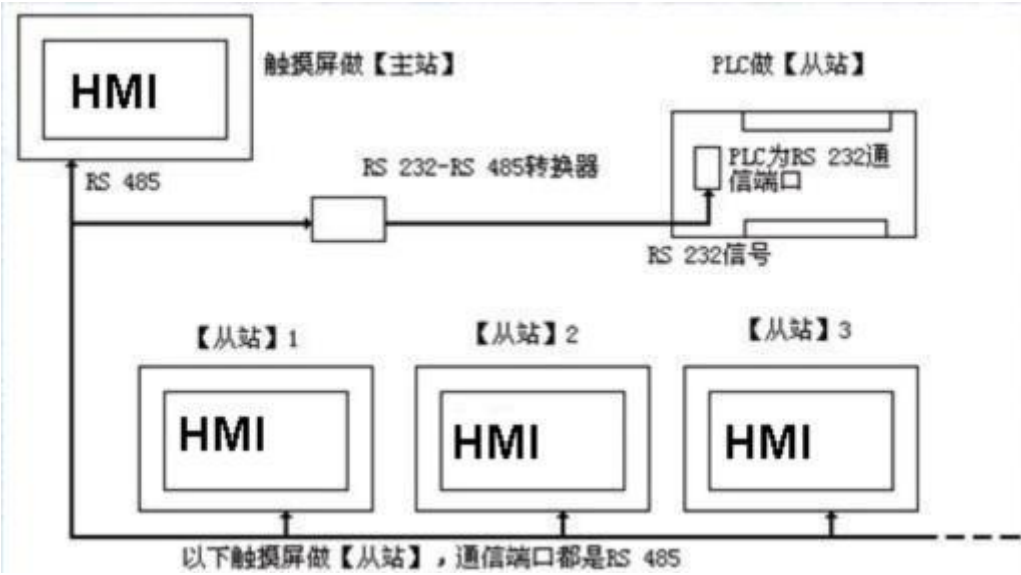
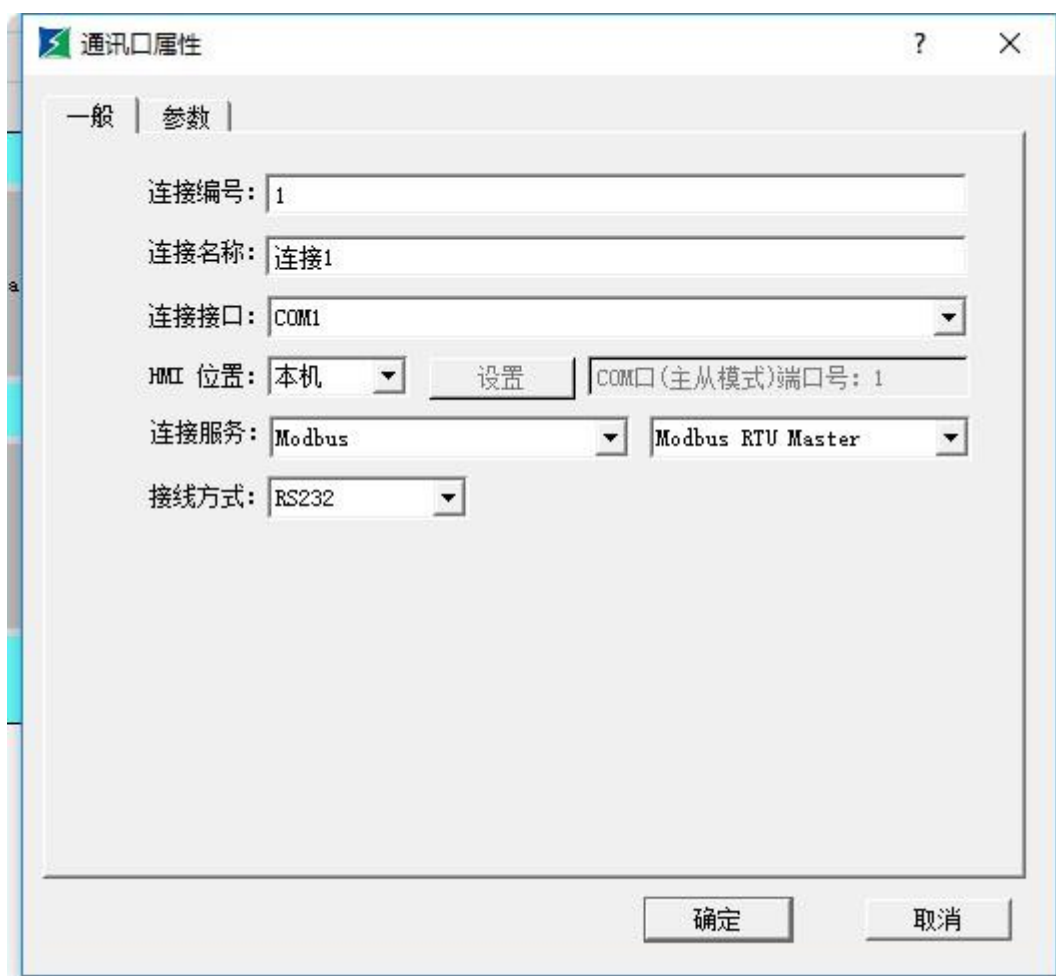
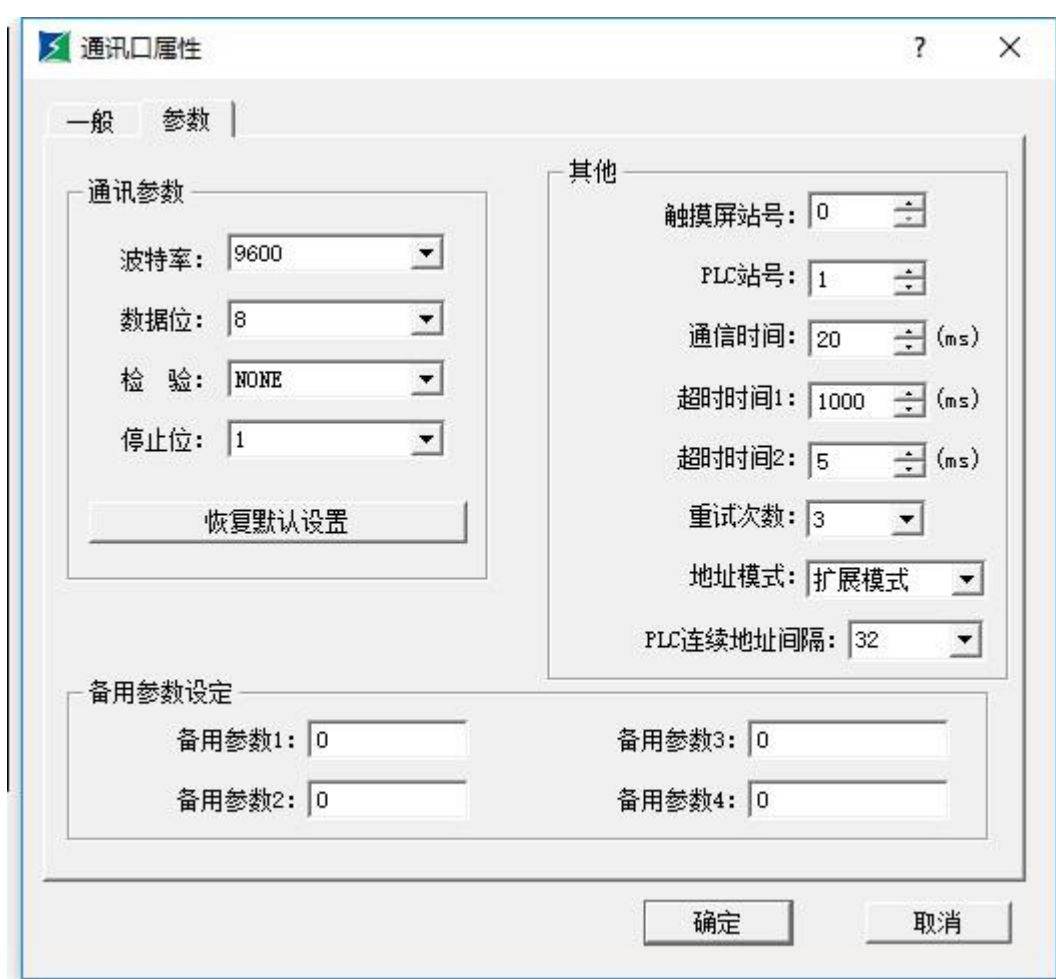

图 8-5 PLC(RS232)做【从站】的“一机多屏”连接示意图
图 8-6 第一台 HMI 选择 Modbus 协议，并选择做【主站】
图 8-7 第一台 HMI 做【主站】需选择扩展模式
1. 连接 PLC 的通信口为 RS232，连接方式和做【主机】的系统设置如下图 8-5，图 8-6，图 8-7 所示：